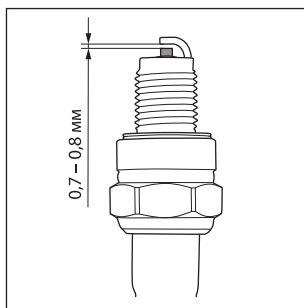

Рис. 11
6. Проверьте величину зазора между заземляющим и центральным электродами, используя специальный щуп. При необходимости установите зазор 0,7–0,8 мм (рис. 11).